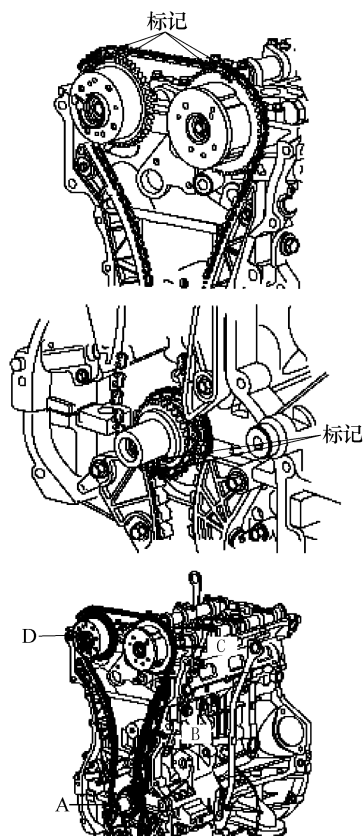

图 8-17 安装正时链条
6) 安装正时链条。为使链条不在各轴(凸轮轴、曲轴)之间松弛, 按下列顺序安装正时链, 如图 8-17 所示。